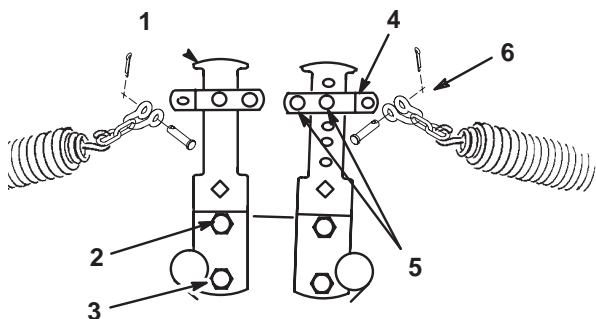
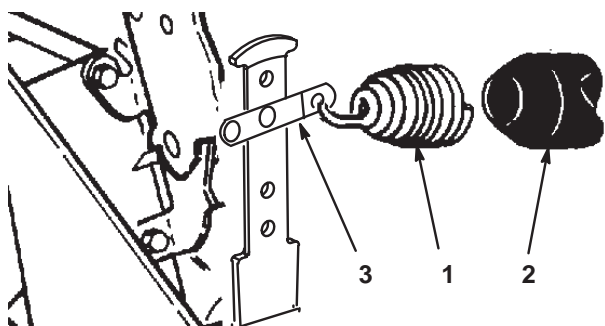

図 16
図 17
4. スプリングの反対側の端部を前後のカウンタバランス・アーム(図16、図17)の適切な穴(選択方法は以下を参照)に引っ掛ける(スプリング・シャックル、クレビスピン、コッターピンを使用)。
5. 前カuttingユニット: スプリングの反対側の端部を前カウンタバランス・アーム(図16)の上から2番目の穴(選択方法は手順4参照)に引っ掛ける(チェーン、スプリング・シャックル、クレビスピン、コッターピンを使用)。
6. 後カッティングユニット：スプリングにビニル・カバーを被せ、後カウンタバランス・アーム（図17）の上から2番目の穴（選択方法は手順4参照）に引っ掛ける（スプリング・シャックルを使用）。
- 8. 外しておいたキャップスクリュとナットでカウンタバランス・アームの下部を元通りに固定し、上キャップスクリュを締め付ける（図16）。